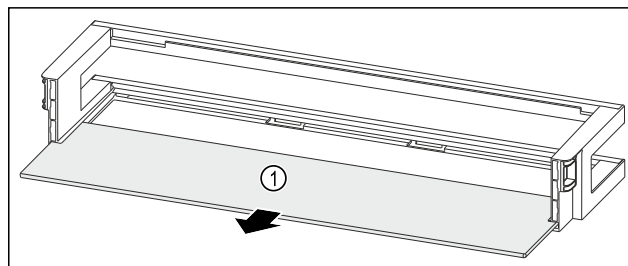

Fig. 132 Balconnet de contre-porte avec tablette de rangement
- Retirer la tablette de rangement Fig. 132 (1).